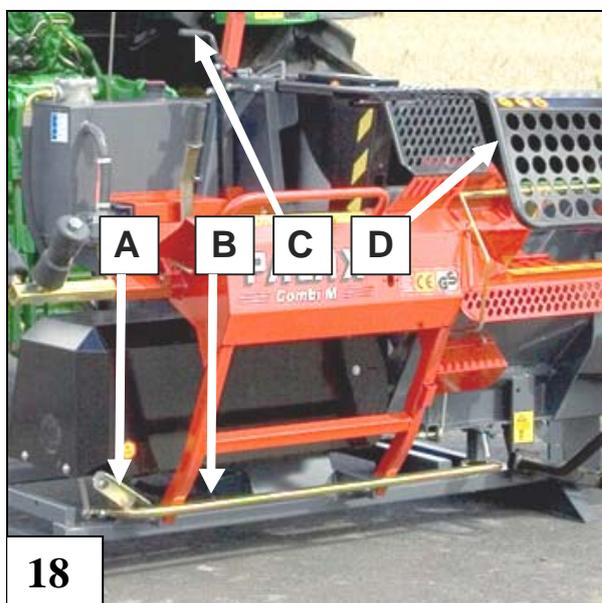

Abb. 18. Betriebsbeeinflussende Schutzvorrichtungen
## 5.9 Einfluss der Schutzvorrichtungen auf die Funktion der Maschine, Abb. 18
1. Wenn ein Holzstück in den Spaltkanal fällt, stößt es gegen die Spitze des Sensors (Abbildung 18).